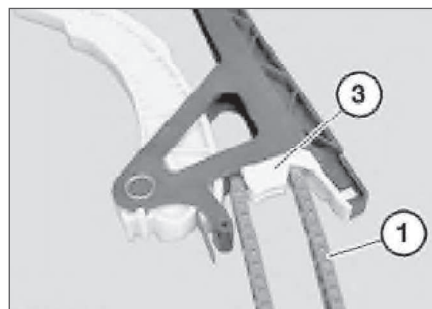

Рис. 4.43. Планка цепи
- Осторожно отжать направляющую планку (3, рис. 4.43) цепи и вынуть приводную цепь (1). Проверить направляющую планку цепи, при необходимости, заменить ее.